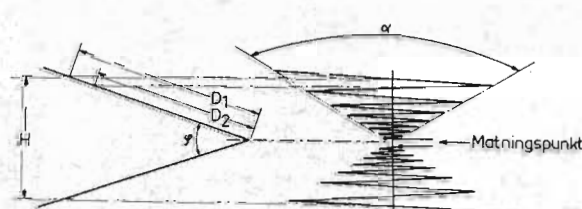
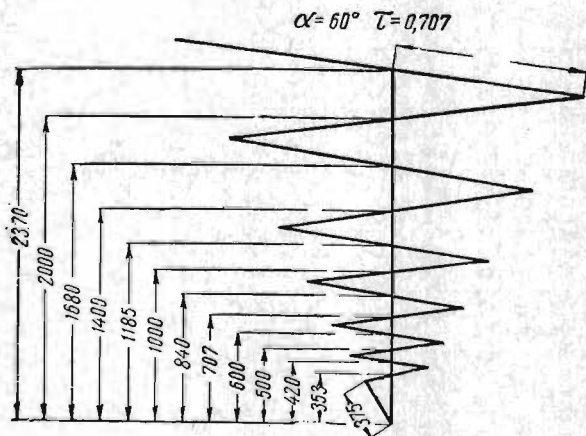

Fig 2
Fig 11
För sicksack-varianter av antenn enligt fig. 2 är längden på längst ut belägna antennelementet L_1 inte exakt $=L$. För denna antenntyp får man i stället utgå från avstånden D_1, D_2, D_3 etc., beräknade enligt ekv. (2) och får grafiskt konstruera fram antennelementens dimensioner och förläggning så som antydes i fig. 6. Längden på det kortaste elementet i antennen bör vara ca $112/f$, där f är högsta frekvensen för vilken antensystemet skall användas.
I fig. 11 ges mått för en antenn av sicksack-typ (jfr fig. 2) avsedd för frekvensbandet ca 60—600 MHz. »Antennmattan»